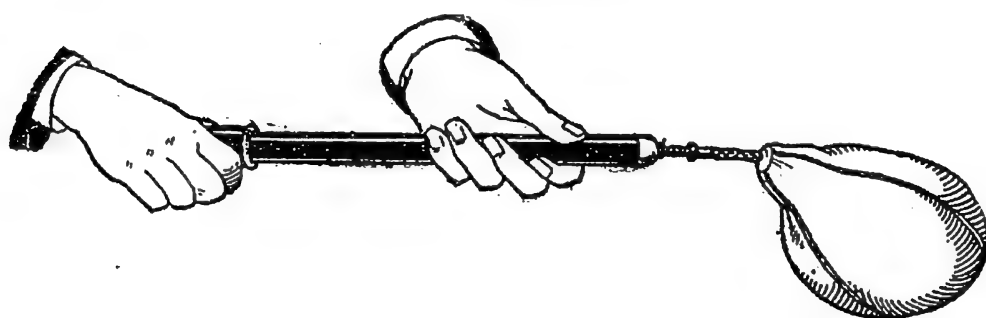

Fig. 3. — Le ballonnet intérieur en caoutchouc d'un ballon de football : on le gonfle d'air
**3. Le caoutchouc est très peu perméable à l'air.** — Les ballons de football contiennent à l'intérieur une sorte de sac en caoutchouc (fig. 3) que l'on remplit d'air : le ballon se dégonfle très lentement, parce que *le caoutchouc se laisse très difficilement traverser par l'air.*